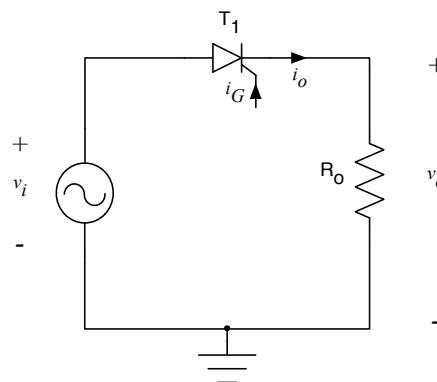

Figura 19 – Circuito para exercício resolvido 01.
**ER 01)** Considerando o circuito da Figura 19 e que a fonte de alimentação seja de 12 V (eficazes), o tiristor é ideal sendo disparado em  $90^\circ$  e a carga tem resistência de  $5 \Omega$ , determine:
**EP 01)** Considerando o circuito da Figura 19 e que a fonte de alimentação seja de 15 V (eficazes), o tiristor é ideal e será acionado com ângulo de  $30^\circ$  e a carga tem resistência de  $5 \Omega$  e indutância de 50 mH, determine: